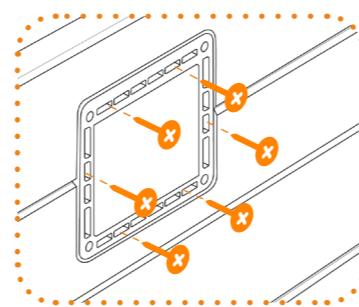

Fig. 16
- Et fixé avec la référence vis $\varnothing 0,4 \times 40$ incluses dans le colisage article (fig.16)